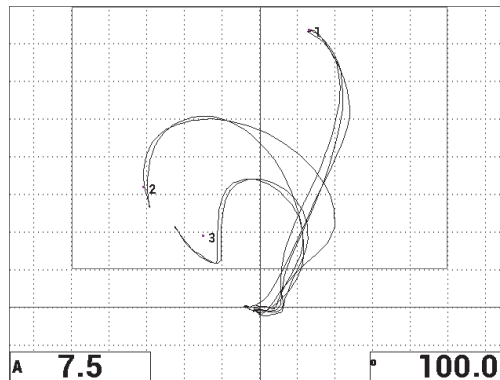

Figura 6-52 Segundo rastreamento sobre o descolamento
14. Pressione a tecla FULL NEXT (➡) para exibir a tela cheia e, em seguida, rastreie lentamente sobre os descolamentos e certifique-se que os pontos ainda coincidem com o sinal (veja Figura 6-52 na página 167).